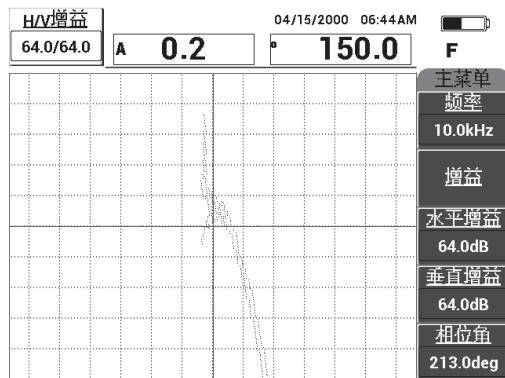

图 6-34 调整信号的波幅
- 按**增益键 (dB)**, 然后调整信号波幅, 使脱粘信号从平衡点位置 (十字准线) 延伸大约 4 个分区 (参见第 136 页的图 6-34)。